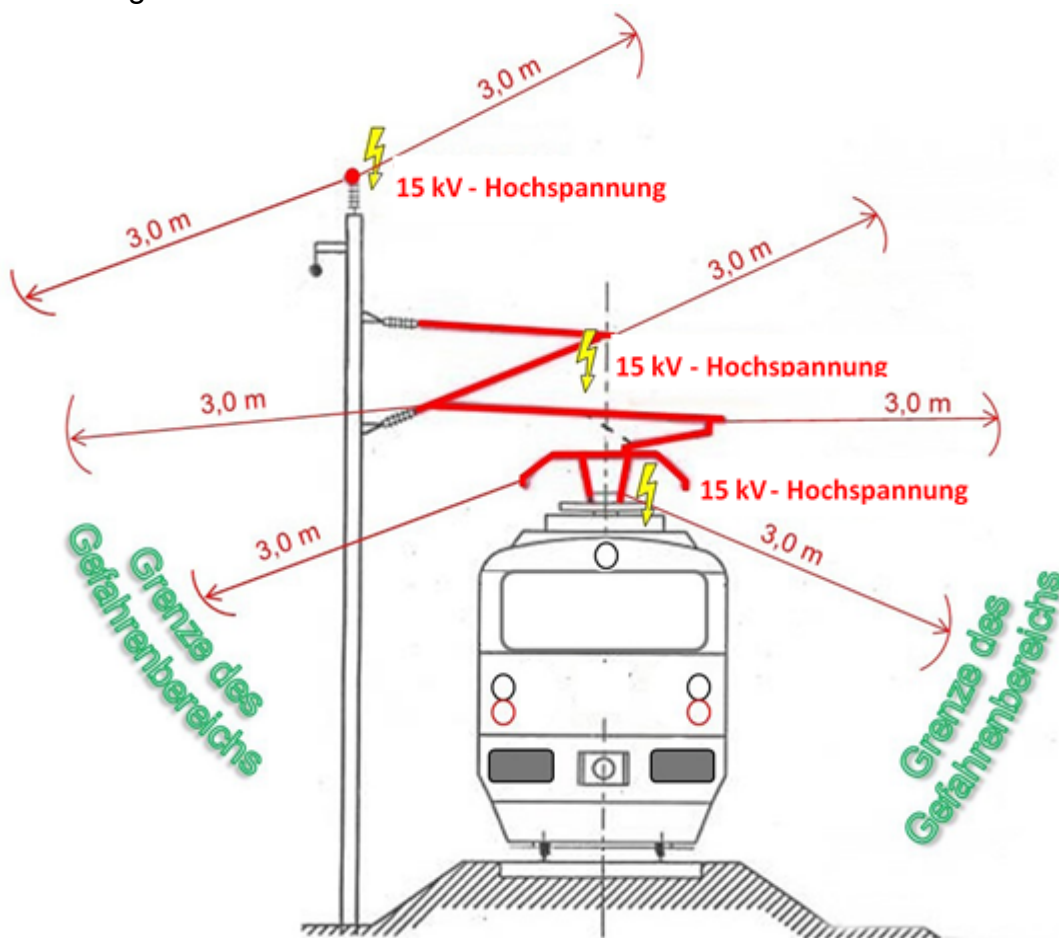

Abbildung 1: Gefahrenbereich der Oberleitung
- a) Unterlegen einer Achse in beide Richtungen, bzw. der Achsen eines Drehgestelles an den äußeren Seiten (Bild 1),